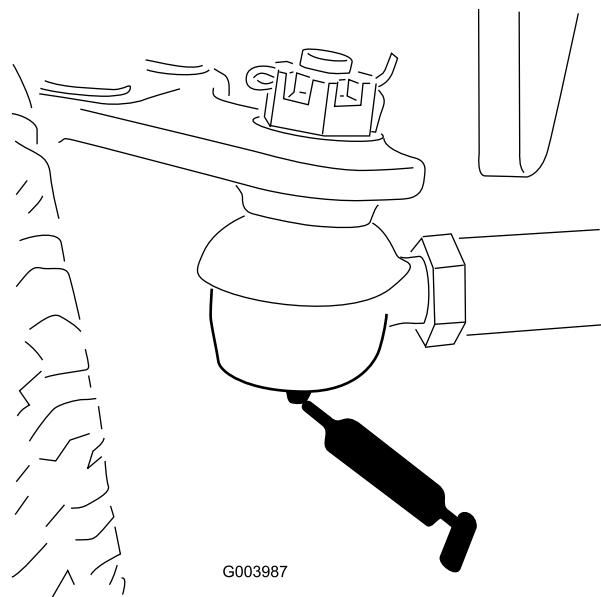

Figura 57
- Tirante del ponte posteriore (2) (Figura 57)